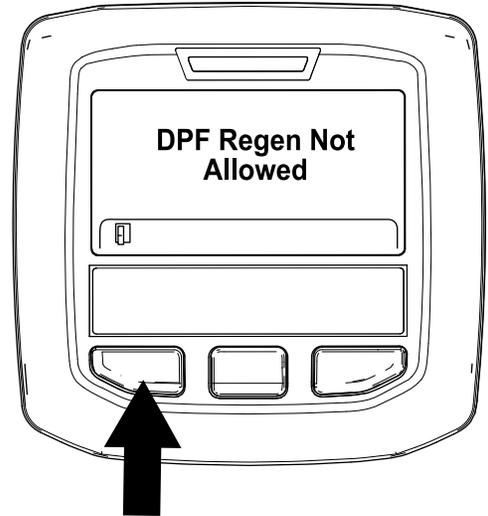

Figura 38
- Si la computadora del motor no autoriza el proceso de regeneración, en el InfoCenter se muestra el mensaje "DPF Regen Not Allowed" (Regeneración del FPD no permitida) (Figura 38). Pulse el botón izquierdo para salir de la pantalla de inicio.